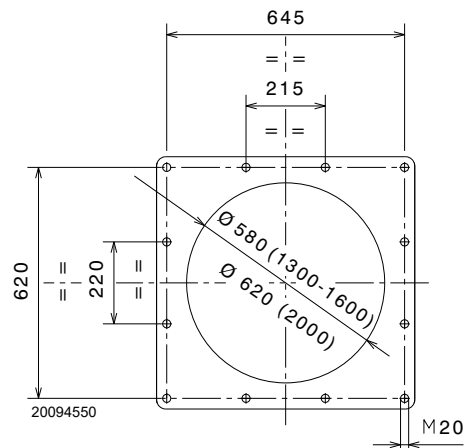

Fig. 13
Taladrar la placa de cierre de la cámara de combustión tal como se indica en Fig. 13.
- Introducir todo el quemador en el orificio de la caldera, preparado anteriormente como en la Fig. 13, y fijar con los tornillos suministrados (par de torsión $250 \div 300 \text{ Nm}$).